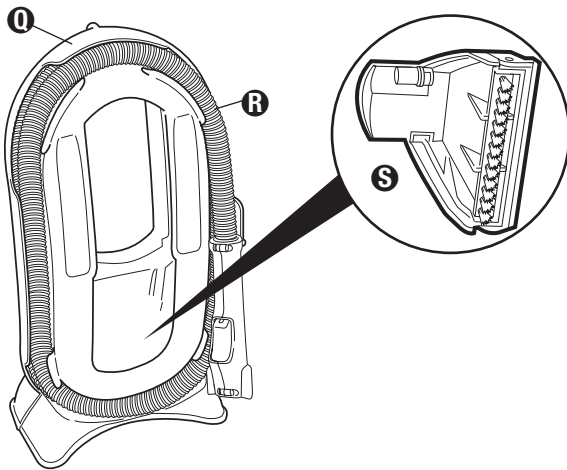

FIG. 12
Step 1: Replace all accessories into appropriate slots on tool caddy (Fig. 12).
Étape 1 : Remettez tous les accessoires à leur place dans le porte-accessoires (Fig. 12).
Paso 1: Vuelva a colocar todos los accesorios en sus correspondientes ranuras en el porta utensilios (Fig. 12).